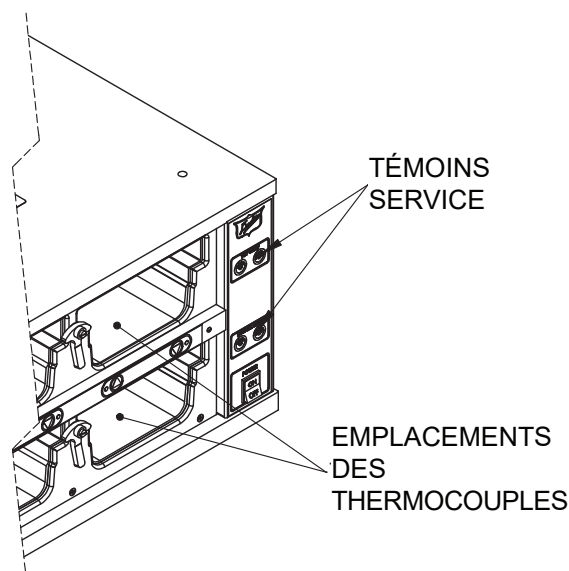

Figure 3
Le témoin Service (réparation) se trouve sur le devant du tableau de commande à côté du témoin Heat (chauffage) (voir la Figure 3). Il indique à l'opérateur l'existence de pannes dans le circuit de chauffage. Lorsqu'un témoin Service est allumé, ne pas utiliser la case affectée tant que la cause de la panne n'a pas été éliminée par un technicien d'entretien qualifié. Les anomalies susceptibles d'entraîner l'allumage du témoin Service sont les suivantes :
4. Placer la sonde de température de surface au centre géométrique du bas de la première cavité. La première cavité est celle qui est la plus proche du tableau de commande (voir la Figure 3). S'assurer que le contact de la sonde avec la surface est bon pendant qu'on relève la température.